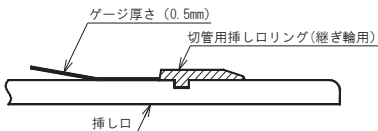

図88 挿し口外面からの浮き量チェック
- ③ 切管用挿しロリング (継ぎ輪用) が浮き上がっていないことを、切管用挿しロリング (継ぎ輪用) と挿し口外面との間に0.5mmの隙間ゲージが全周に亘って入らないことにより確認する (図88)。ゲージが入る場合はシャコ万力を取り外し②の作業を再度行う。
- ⑥ 全てのシャコ万力を取り外す。
- ⑦ 再度、切管用挿し口リング(継ぎ輪用)が浮いていないことを、切管用挿し口リング(継ぎ輪用)と挿し口外面との間に0.5mmの隙間ゲージが全周に亘って入らないことにより確認する(図88参照)。